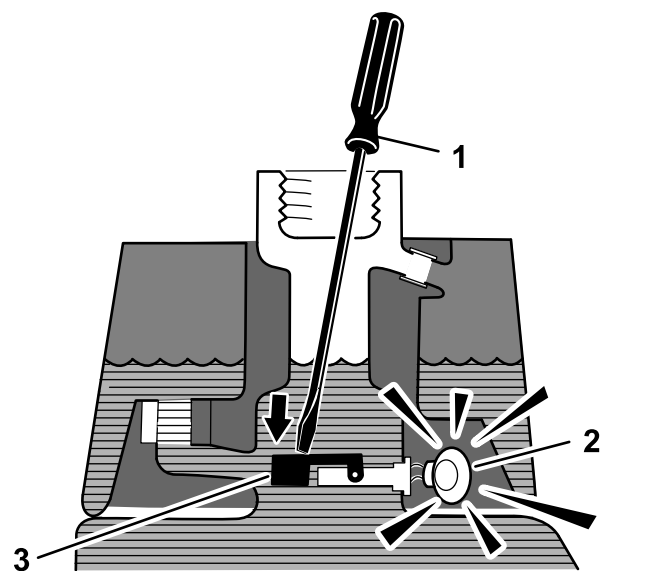

Figura 43
3. Inserite nel collo del serbatoio un'asta o un cacciavite puliti ed esercitate con cautela pressione sull'interruttore a galleggiante (Figura 43); dopo un secondo dovrebbe scattare l'allarme.